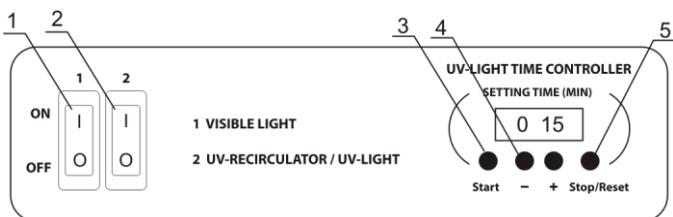

Fig.1. Panneau de configuration
- 4.2.1. Positionnez l'interrupteur 2 sur **ON**(Fig.1/2). Le recirculateur UV avec la lampe UV cachée s'allume automatiquement et le minuteur de lampe UV à éclairage ouvert est activé. Le recirculateur UV fonctionnera en permanence. Positionnez l'interrupteur 2 sur OFF pour l'arrêter.
- 4.2.2. Utilisez les touches **+** et **-** du minuteur (Fig.1/4) pour déterminer la durée (UV-LIGHT TIME CONTROLLER) d'exposition directe à la lumière UV de la zone de travail:
- 4.2.3. Appuyez sur la touche **Start** (Fig.1/3): la lampe UV s'allume automatiquement et le minuteur commence à décompter la durée d'exposition. L'indicateur du minuteur affiche la durée actuelle: jusqu'à 1 heure — en minutes et en secondes (mm:ss), après 1 heure — en heures et en minutes (hh:mm).
4.2.4. Vous pouvez éteindre la lampe UV à éclairage ouvert en pressant la touche **Stop/Reset** (Fig.1/5). La durée d'exposition déterminée sera enregistrée dans la mémoire. La durée déterminée ne sera pas enregistrée après l'arrêt complet de l'appareil.
4.3.1. Positionnez l'interrupteur 1 sur **ON** (Fig.1/1) pour éclairer la zone de travail; la lampe lumineuse (lumière visible) s'allume.